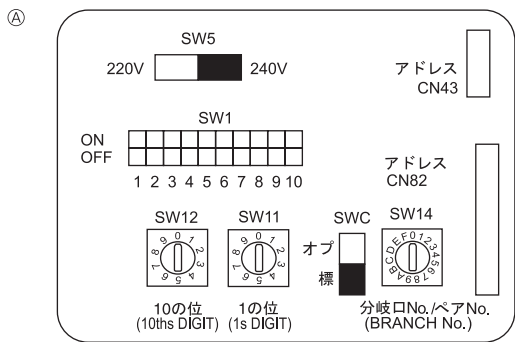

Fig. 4-4
4.5. Configuración de las direcciones (Fig. 4-4)
- ① Cómo configurar las direcciones
- ② Como configurar los números de ramal SW14 (Sólo serie R2)
- ④ Tablero de direcciones
4.6. Captar la temperatura de la sala con el sensor incorporado en el mando a distancia (Fig. 4-4)